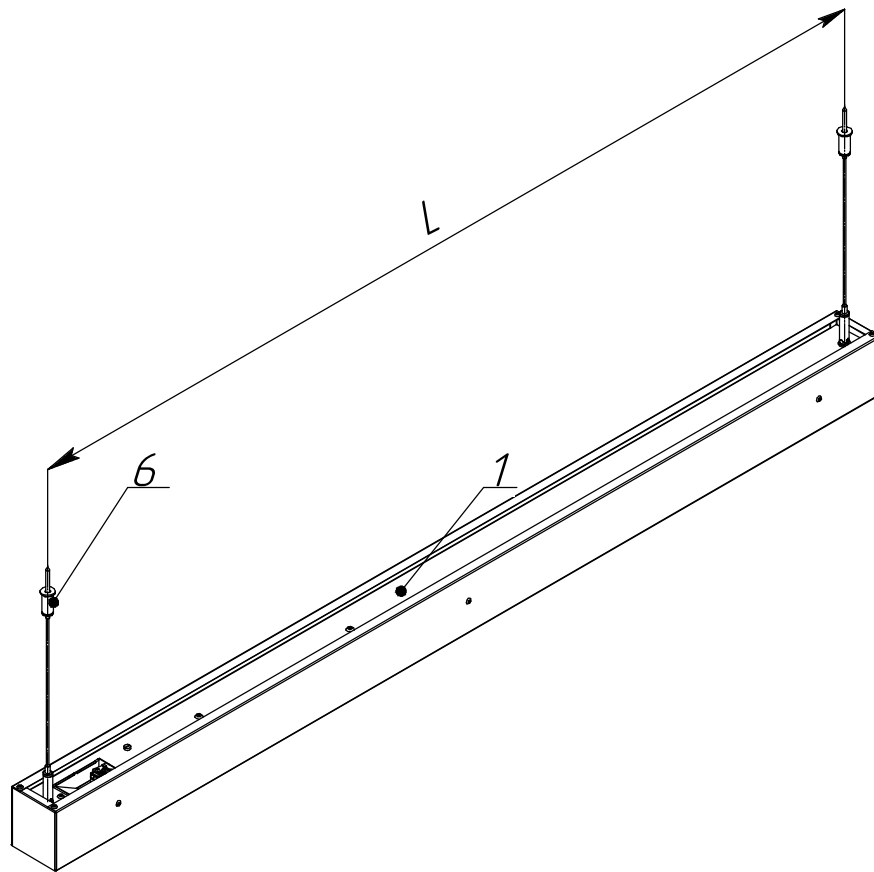

Рисунок 3 - Схема подвеса светильников
5.5 Установка светильника на тросовый подвес (заказывается отдельно) (см. рисунок 3):